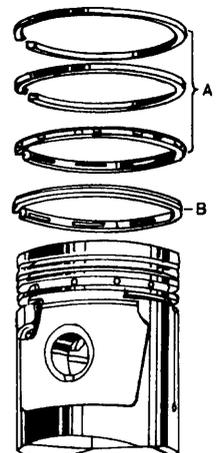

Fig. 8
Según su efecto, se dividen en anillos de compresión (A) y anillos de lubricación (B) (fig. 8).